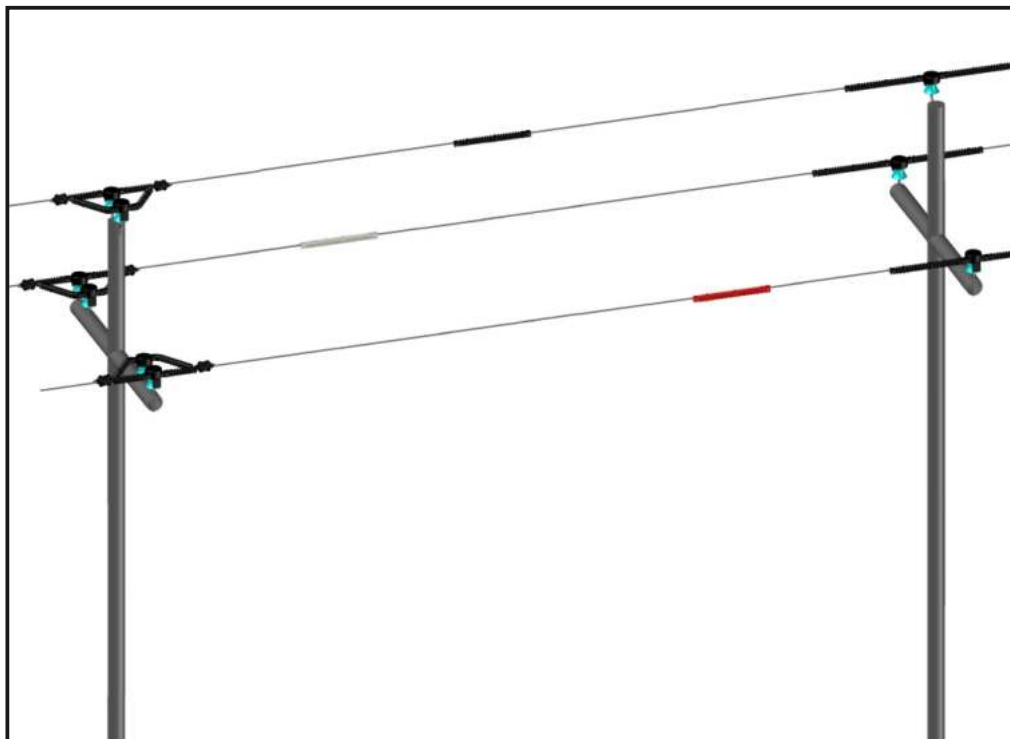

Рис. 68.
13.3.1. Поочередно установить гофр-рукава по одному на каждый фазный провод между опорами ЛЭП посередине пролета в шахматном порядке (Рис. 68), и закрепить их на проводе при помощи клипс, нажимая на гофр-рукав сверху в трех точках до упора.